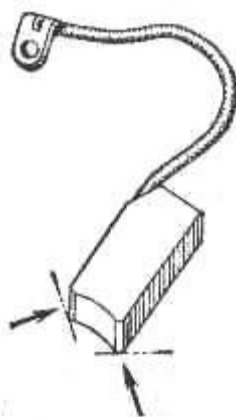

Рис. 30. Щетка генератора (стрелками показаны места, где следует снять фаски)
2. Неправильная установка щеток в щеткодержателях после их осмотра (щетка не попала радиусом на коллектор). Для очистки щеток и щеткодержателей их надо вынуть из генератора и промыть бензином. Изношенные щетки или ослабленные пружины надо заменить. После осмотра щеток или при установке новых рекомендуется сделать на их концах, прилегающих к коллектору, фаски, как показано на рис. 30.